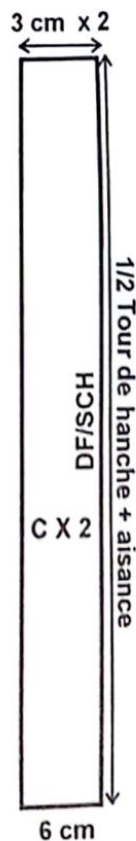

FIG. 9
- Tracez un rectangle de 6 cm de large (3 cm x 2) et de longueur égale au  $\frac{1}{2}$  tour hanche. La ceinture du dos est élastiquée (fig.9).